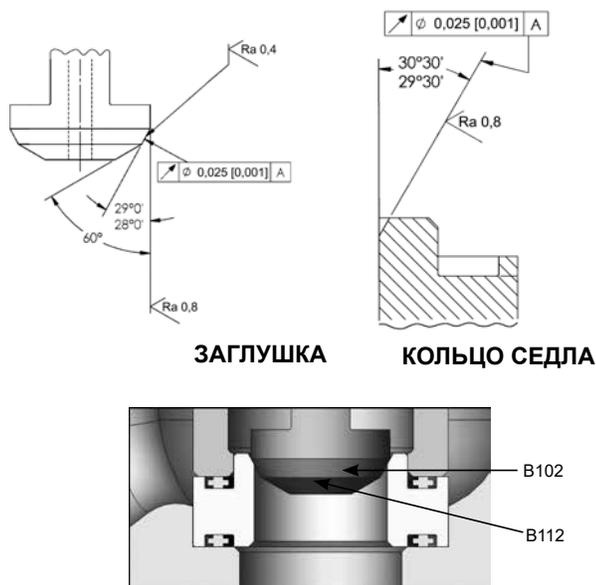

Рисунок 16. Опорные поверхности заглушки и кольца седла
10. После притирки разберите детали, чтобы очистить их, а затем снова соберите, убедившись, что углы посадки находятся в пределах допуска. См. рисунок 16.